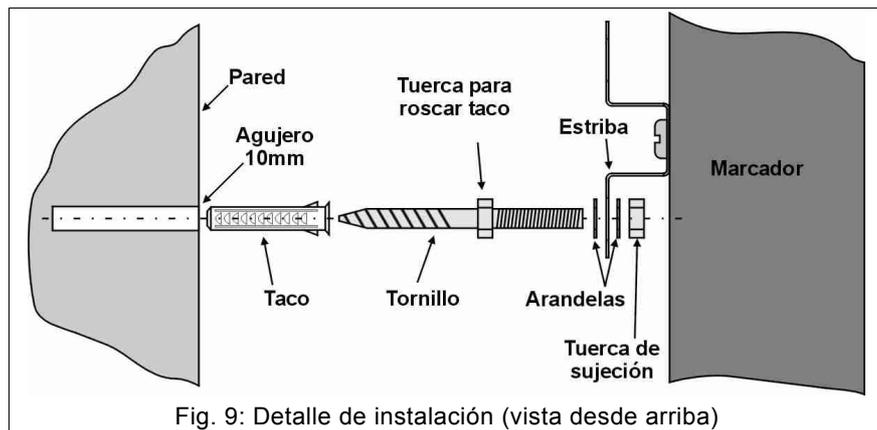

Fig. 9: Detalle de instalación (vista desde arriba)
- Meta los tacos en los agujeros y apriete los tornillos usando una llave de 13 mm (Fig. 9) sobre las tuercas; luego, introduzca las arandelas.